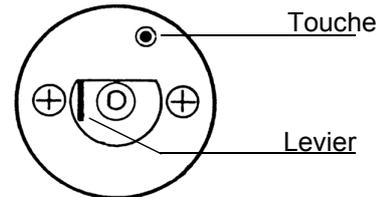

Fig. 2
- Pousser le levier ou la touche (selon le modèle de régulateur) vers l'arrière, à l'aide d'un tournevis ou un autre outil du même genre, jusqu'à ce que le limiteur de température de sécurité se déclenche (fig. 2).